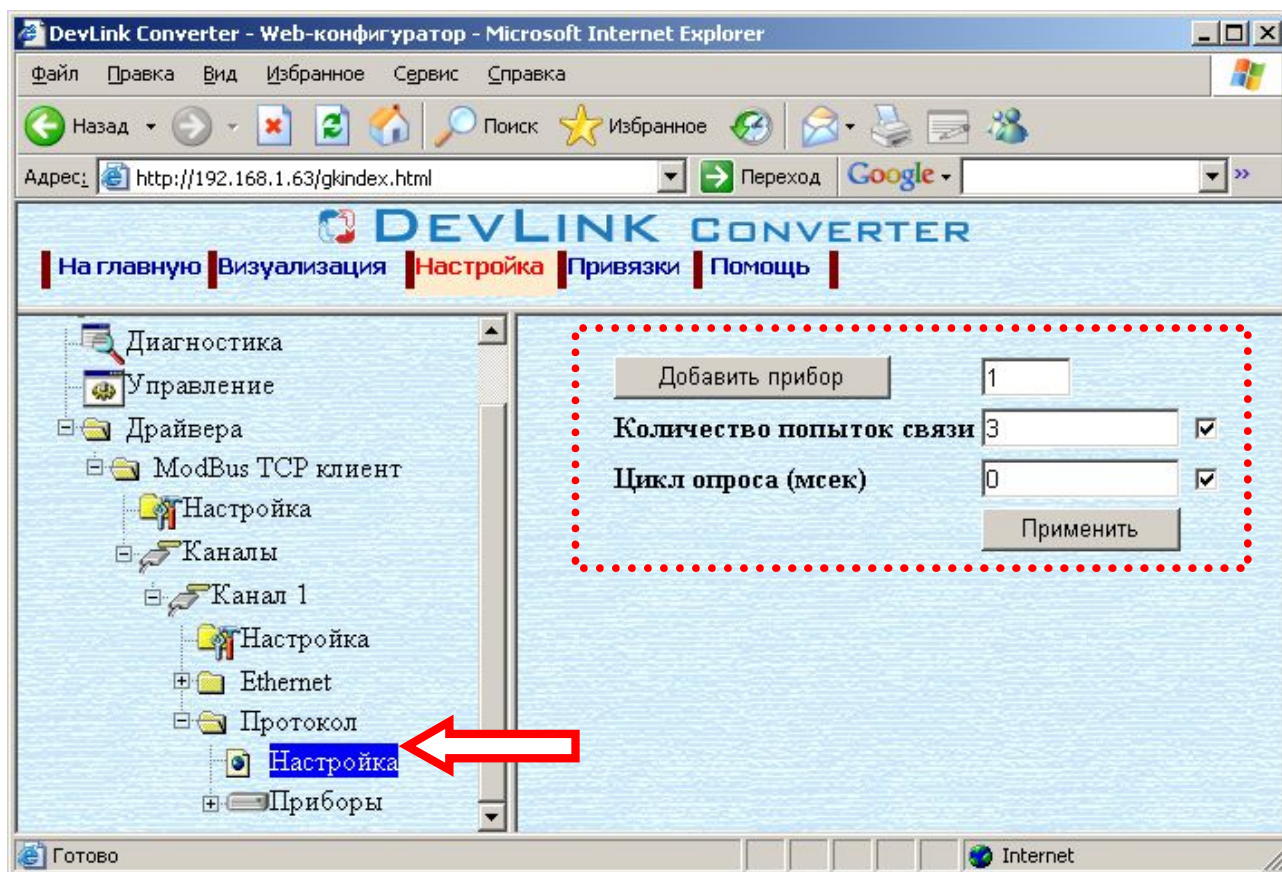

Рисунок 3.5 – Добавление прибора в канал
- Выберите в дереве объектов *папку «Настройка»* протокола драйвера нужного канала (рисунок 3.5). В результате в правом фрейме (фрейм «Настройка») конфигуратора появятся элементы *«Добавить прибор»*, *«Интервал опроса»*, *«Количество попыток связи»* *«Применить»*.